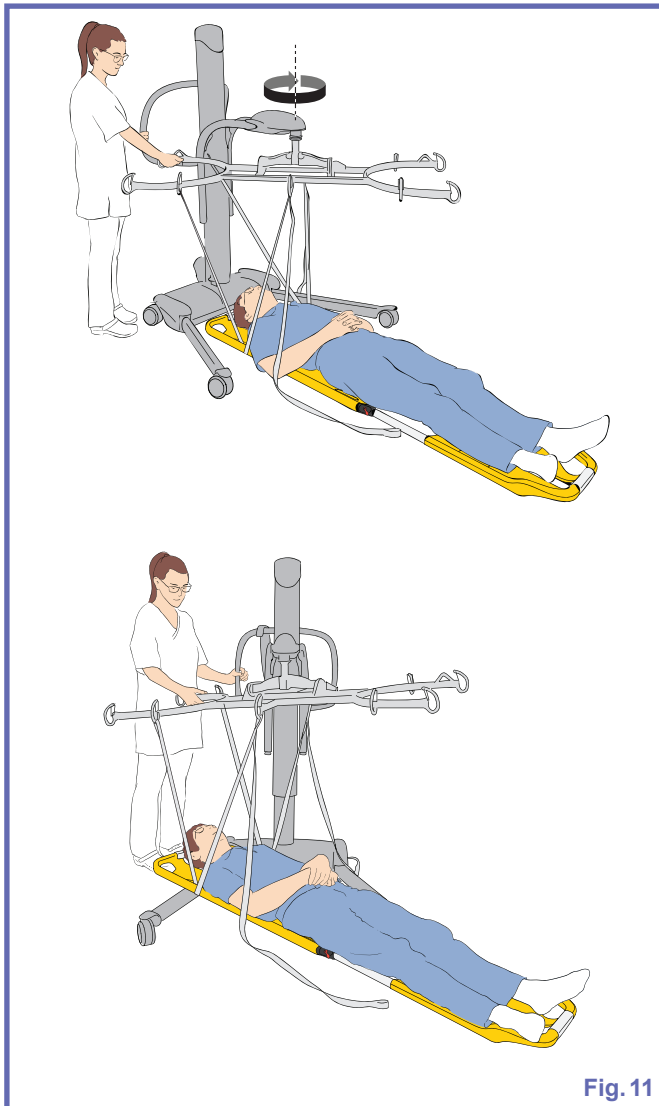

Fig. 11
- 7) Sin girar la Ferno Scoop EXL Stretcher en el suelo, coloque una pata de la Maxi Move debajo de la cabecera de la Ferno Scoop EXL Stretcher. Para ello, mantenga el bastidor de la camilla en su sitio, mientras gira la Maxi Move para alejar el mástil del bastidor de la camilla hasta que el cabecero de la Ferno Scoop EXL Stretcher quede por encima de una de las patas de la Maxi Move, como se muestra en la Fig. 11.